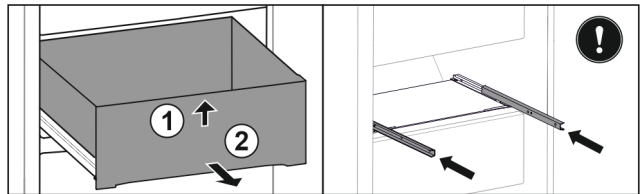

Fig. 28 \*
- ▶ Підняти висувний ящик вперед Fig. 28 (1)\*
- ▶ Витягнути вперед Fig. 28 (2)\*